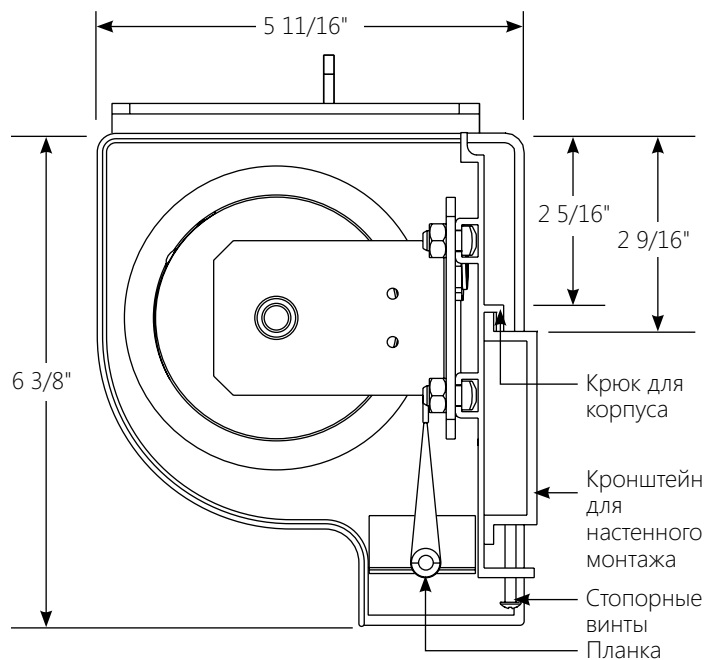

Рисунок 1
1. С помощью отвертки Philips № 2 ослабьте два стопорных винта и снимите настенный монтажный кронштейн с задней стороны корпуса (рис. 1).
5. Затяните два стопорных винта в настенном монтажном кронштейне с помощью отвертки Philips № 2 (рис. 1).